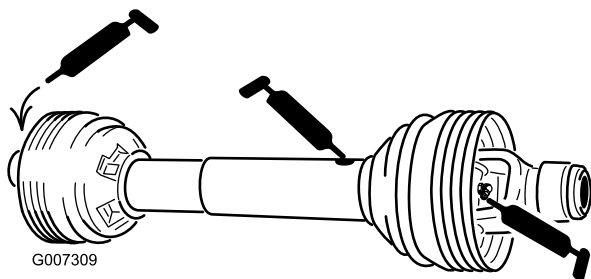

Figura 39
Árbol de la TDF (3) (Figura 39)